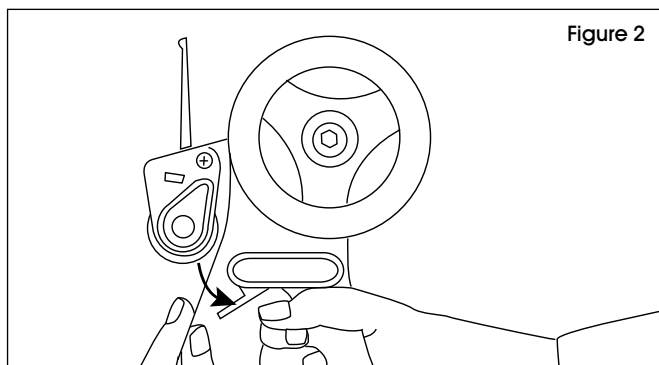

Figure 2
2. Pivot brake to open position. Thread tape between roller and brake with adhesive facing down. (See Figure 2)
2. Tournez le frein jusqu'en position ouverte. Enfilez le ruban entre le rouleau et le frein en vous assurant que le côté adhésif s'oriente vers le bas. (Voir Figure 2)